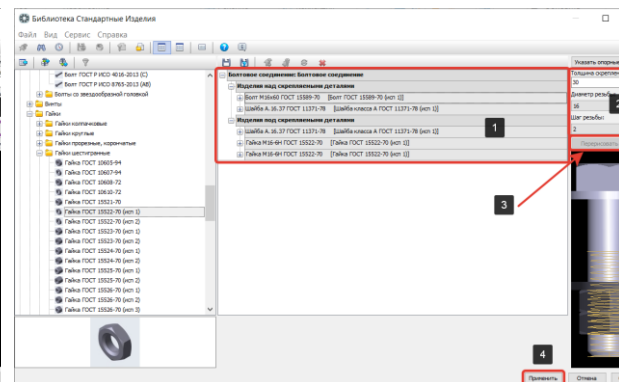
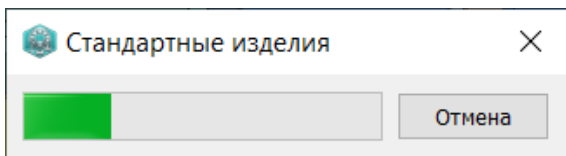

Рисунок 356 – Представление крепежного соединения
Рисунок 357 - Процесс протановки крепежа
- После того как конфигурация крепежного соединения заполнена и указан общий шаг резьбы (1), задана толщина скрепляемого пакета и определен диаметр резьбы (2), нажмем кнопку Показать модель (3), что отобразит графическое представление крепежного соединения (Рисунок 356);
- Если все верно нажмем кнопку Применить (4) (Рисунок 356);
После того как будет нажата кнопка Применить (4) (Рисунок 356) КОМПАС-3D запустит процесс протановки крепежа (Рисунок 357) с параметрами, заданными при заполнении конфигурации крепежного соединения (1) (Рисунок 356).